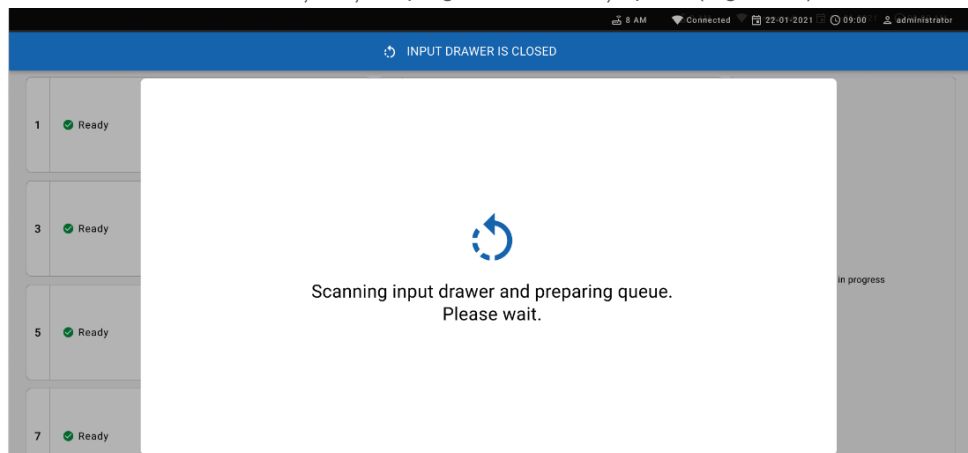

Figura 61. Ecranul de pregătire a listei de așteptare.
13. Închideți sertarul de introducere după ce toate cartușele au fost scanate și introduse. Sistemul va scana cartușele și va pregăti o listă de așteptare (Figura 61).